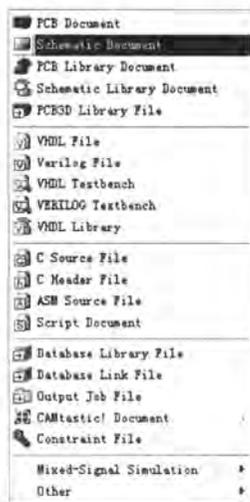

图 2-47 新建文件菜单
2) 【Files】面板创建 打开【Files】面板，在【新建】栏中单击【Other Document】命令，同样会弹出一个创建文件菜单，如图 2-47 所示。